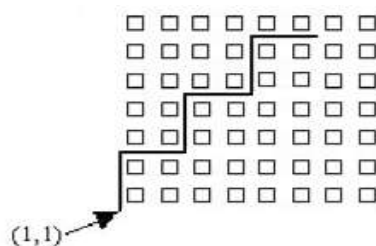

Figura 5.11: Recorrido en escalera de tres escalones.
11. Programe al Robot para que realice el recorrido de la figura 5.11 utilizando un proceso que permita hacer un escalón.